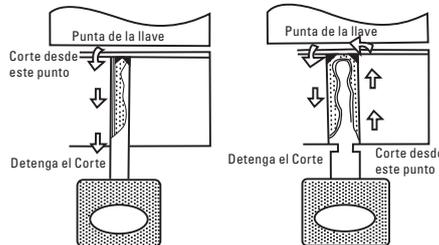

Figura 12
9. Encienda el motor, mueva lentamente el plato deslizable para hacer el corte (Figura 12). Si el plato deslizable se mueve en dirección a las manecillas del reloj, el cortador podría dañarse.